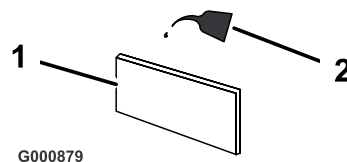

Figure 33
- C. Imbibez l'élément d'huile moteur fraîche (Figure 33). Puis pressez l'élément pour éliminer l'excédent d'huile.